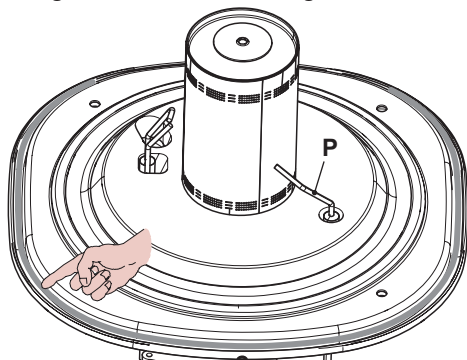

Figura 9.13
- La guarnizione in silicone della parete frontale della camera di combustione Figura 9.13
- L'elettrodo di rilevazione P in Figura 9.13 funge anche da sensore per il corretto scarico della condensa.